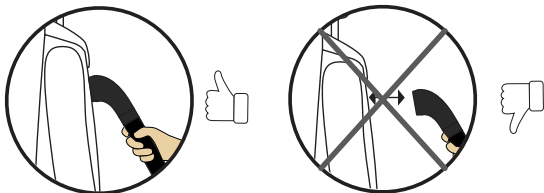

fig.21
- La tête de diffusion doit être absolument en contact avec le tissu pour de bons résultats de défroissage. (fig.21)